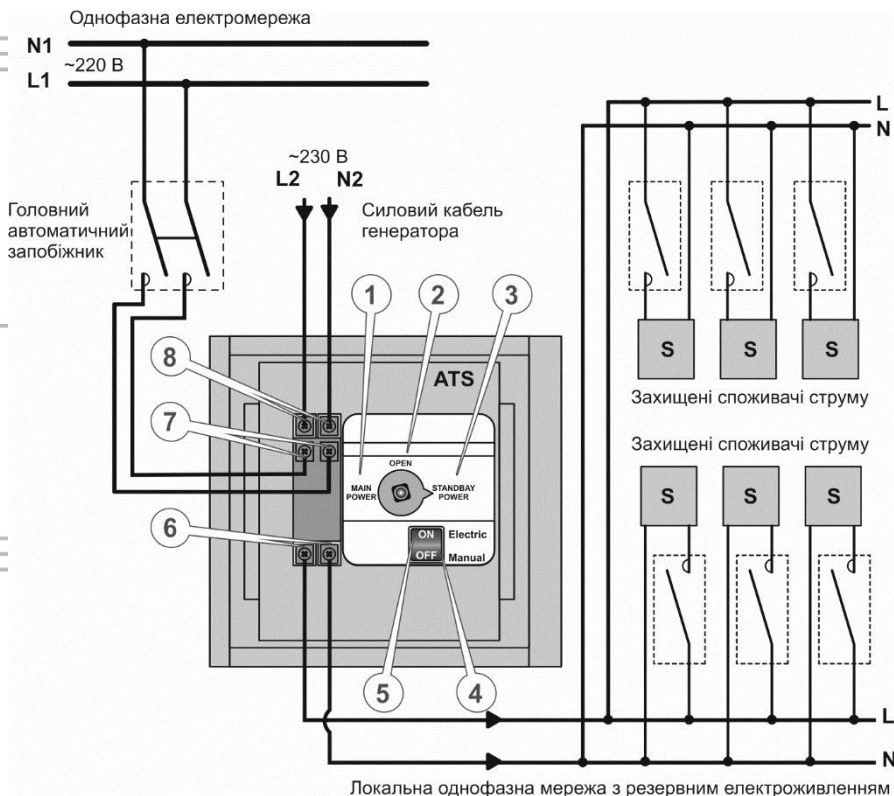
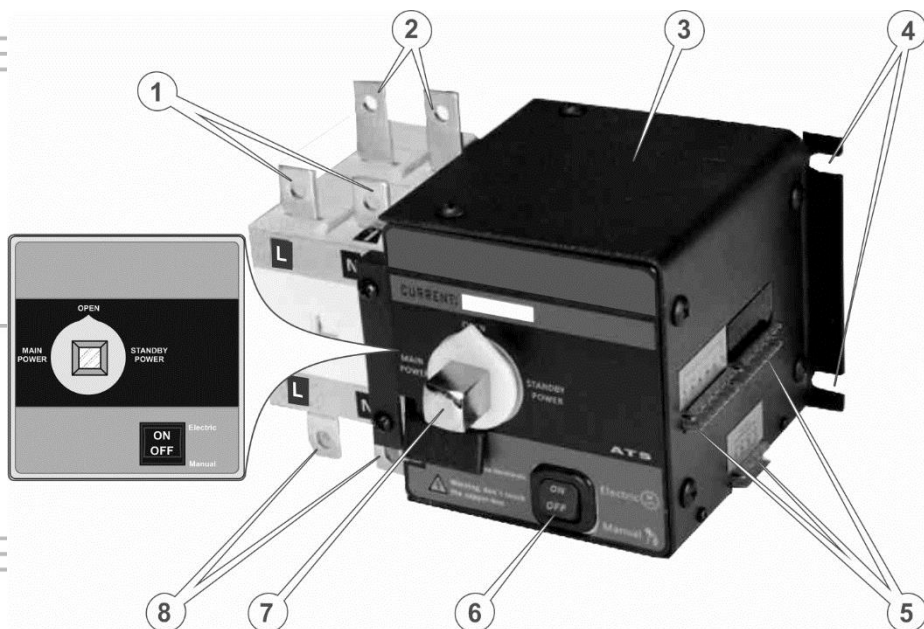
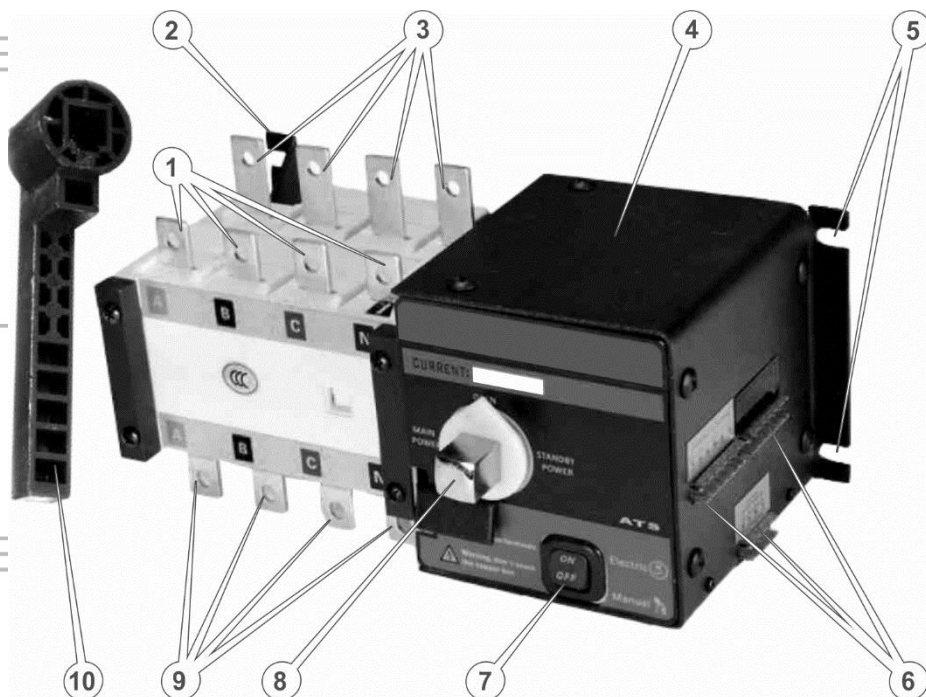

Рисунок 14.
Рисунок 16.
Рисунок 17.
4. Під'єднайте силові кабелі, як зображено для однофазної мережі (див. рис. 16) або трифазної мережі (див.рис. 17) або на панелі під'єднання під клемне з'єднання (див.рис. 14, 15).
5. Перехід на автоматичний режим виконується при переведенні вимикача у положення «ON», як зображено для однофазної мережі (7) (див. рис. 16) або трифазної мережі (8) (див.рис. 17) або перехід на ручний режим, коли вимикач сервоприводу знаходиться у положенні «OFF».
При температурі повітря $t \leq 15^\circ\text{C}$ для створення умов запуску генератора струму, застосовуйте систему підігріву мастила, шляхом увімкнення вимикача (4) (див. рис. 16,17)
Схема резервування локальної однофазної мережі на ATS генератора моделі "EWI 16-RS.100B" (рис.14).
(однофазна електромережа) (рис.16)**
(трифазна електромережа) (Рис.17)**